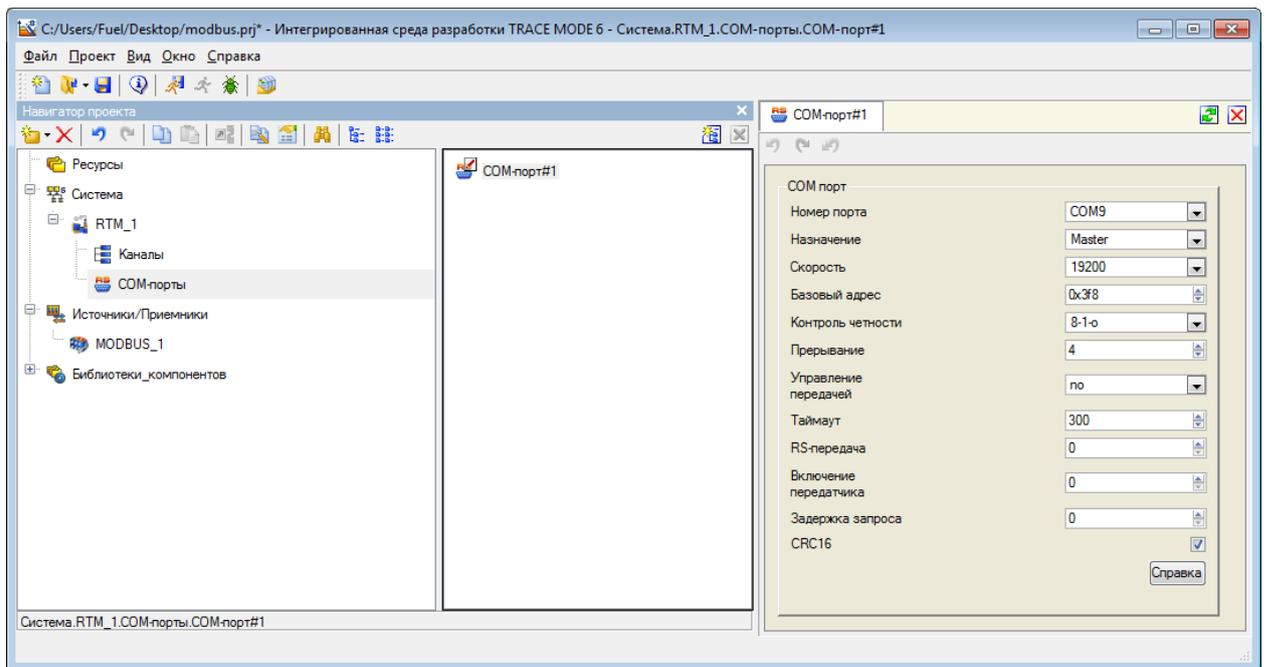

Рис. 10
- 3) В узле «RTM_1» создаем группу COM-порты. Созданный COM-порт открываем на редактирование и настраиваем (рис.10). Номер порта присваиваем COM9, скорость 19200 бит/с, контроль четности 8-1-0. Галочка CRC должна быть включена. Все остальные настройки остаются без изменений.